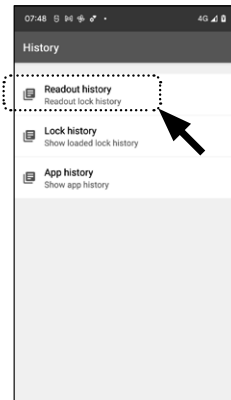

Abb. 127
④ Tippen Sie nun auf „Readout history“. Dadurch werden die Historiedaten aus dem Zylinder abgerufen (Abb. 127).